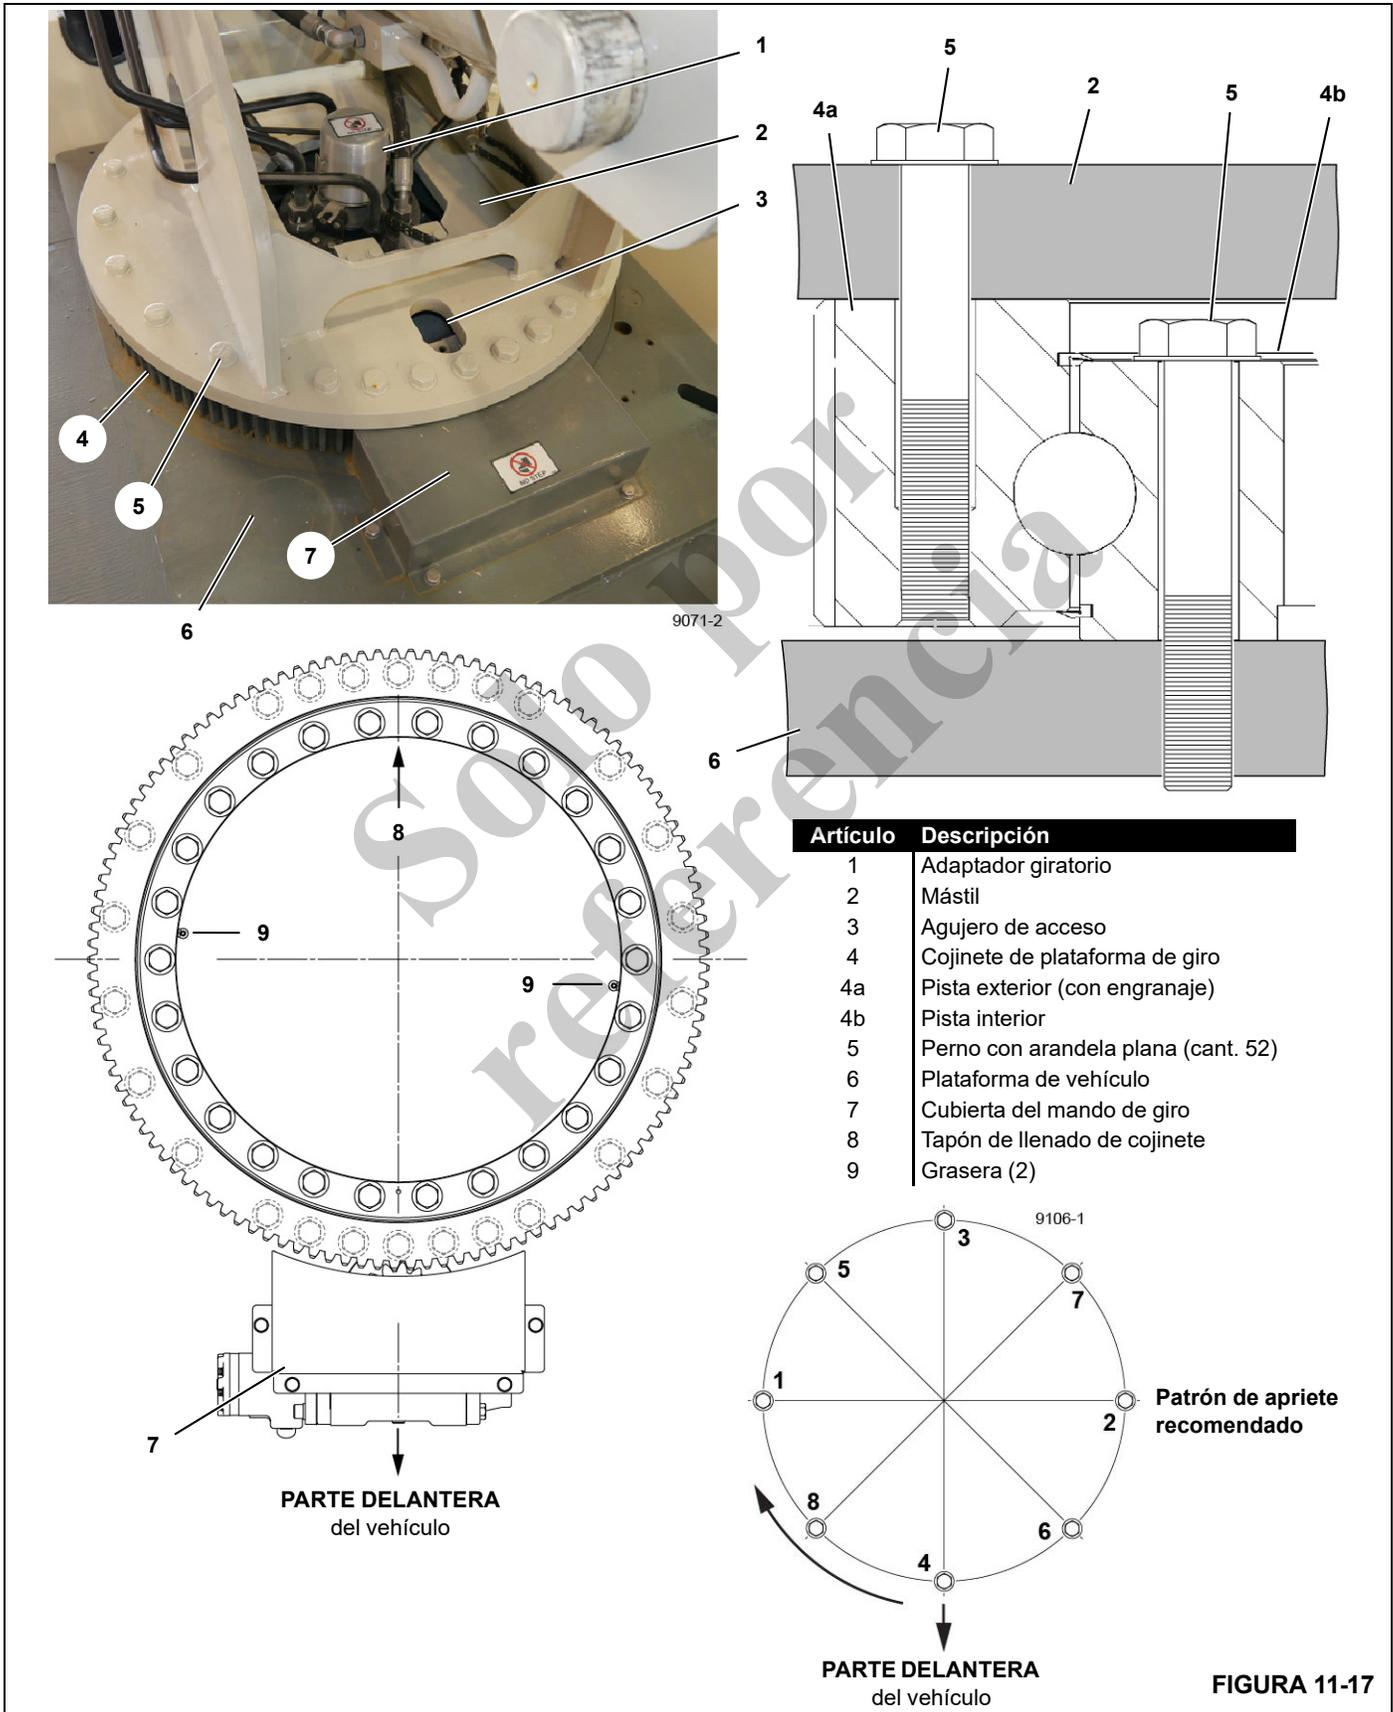

FIGURA 11-17
El mástil está fijado a la plataforma del vehículo a través de un cojinete de la plataforma de giro como se ilustra en la Figura 11-17.
El cojinete tiene dos graseras (9, Figura 11-17) separadas a 180° en la pista interior. Un agujero ranurado (3) en la placa del mástil permite el acceso a los pernos de la pista interior y a las graseras.
Use el patrón diametralmente opuesto de 180° que se muestra en la Figura 11-17 para revisar el par de apriete de los pernos.